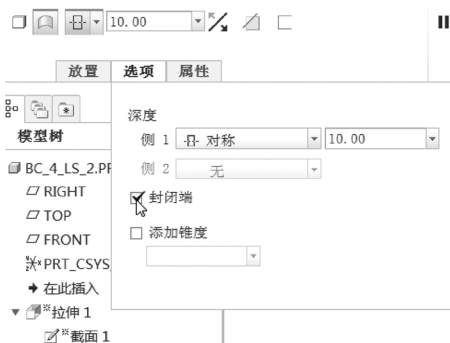

图 4-27 选中“封闭端”复选框
4) 在“拉伸”选项卡中单击“选项”标签，打开“选项”面板。接着在该面板中选中“封闭端”复选框，如图 4-27 所示。